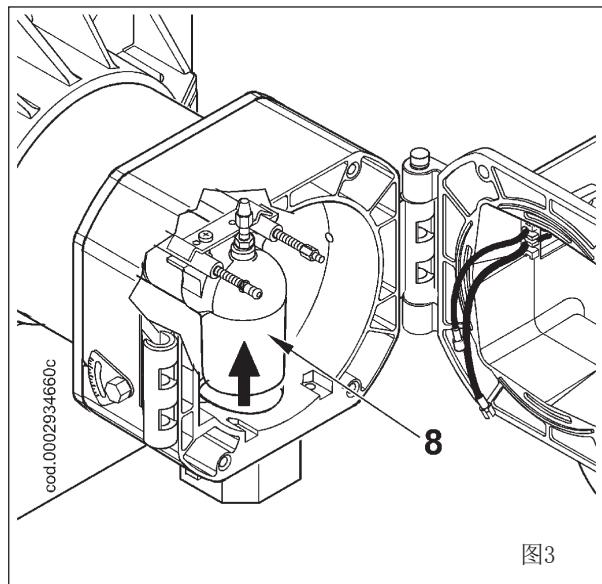

图3
- 在从相应的电极端子上取下点火和电离电缆线(3)后，完全松开螺母(4)并锁紧螺丝(5)，使其和图3中燃气的出口端(8)分开，以确保和结合单元成功分开。
- 见图3，稍微提高燃气出口端(8)，并按照图4箭头所示方向取下混合单元。